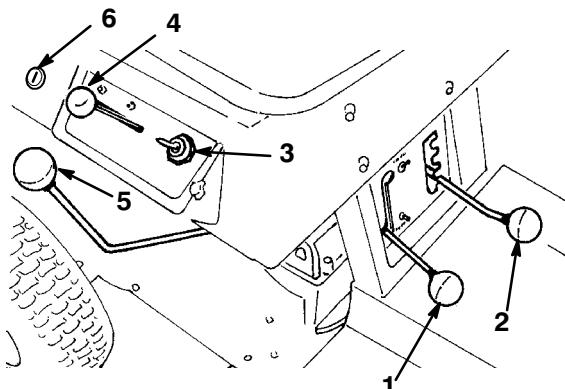

Bild 7
Die Antriebsachse hat fünf Vorwärtsgänge, die Neutral-Position und einen Rückwärtsgang. Der Schalthebel befindet sich rechts vom Fahrer (Bild 7). Ein Sicherheitsschalter verhindert das Anlassen des Motors, wenn ein Gang eingelegt ist, d.h. außer Neutral.
Der Schneidwerkschalthebel (ZWA) (Bild 7) schaltet das Schnittmesser ein und aus. Ein Sicherheitsschalter verhindert das Anlassen des Motors, wenn dieser Schalthebel auf EIN steht. Der Motor lässt sich nur starten, wenn dieser Schalthebel auf AUS steht.
Der Gashebel (Bild 7) ist mit der Drossel und dem Choke am Vergaser verbunden und betätigt diese. Dieser Hebel hat vier Stellungen: Leerlauf, Warmstart, Betrieb und Choke. Drücken Sie den Hebel etwas nach links und oben, um ihn auf Choke zu stellen.
Drehen Sie den Schlüsselschalter (Bild 7) und lassen ihn wieder los zum Deaktivieren der "Betrieb-im-Rückwärtsgang"-Möglichkeit.
Das Zündschloss (Bild 7) hat drei Stellungen: AUS, Lauf und Start. Der Schlüssel kehrt aus der Startposition von selbst in die Laufstellung zurück, wenn Sie ihn nach dem Anlassen des Motors loslassen.
Mit Hilfe der Schnitthöheneinstellung (Bild 7) können Sie die Schnitthöhe in fünf Schritten von ca. 38 bis 89 mm variieren.
1. Schalten Sie auf Neutral (N) und bewegen den Schneidwerkhebel (ZWA) auf AUS. Verklinken Sie die Feststellbremse.
2. Stellen Sie beim Anlassen eines kalten Motors den Gashebel auf Choke (Bild 7). Stellen Sie den Gashebel beim Anlassen eines bereits warmen Motors auf Schnell.
3. Drehen Sie den Zündschlüssel auf Start (Bild 7). Lassen Sie den Schlüssel, wenn der Motor anspringt, los und bewegen den Gashebel sofort in eine Position zwischen Schnell und Langsam, wenn Sie zum Starten den Choke benutzt haben. Stellen Sie den Gashebel für die optimale Leistung auf Schnell (Vollgas).